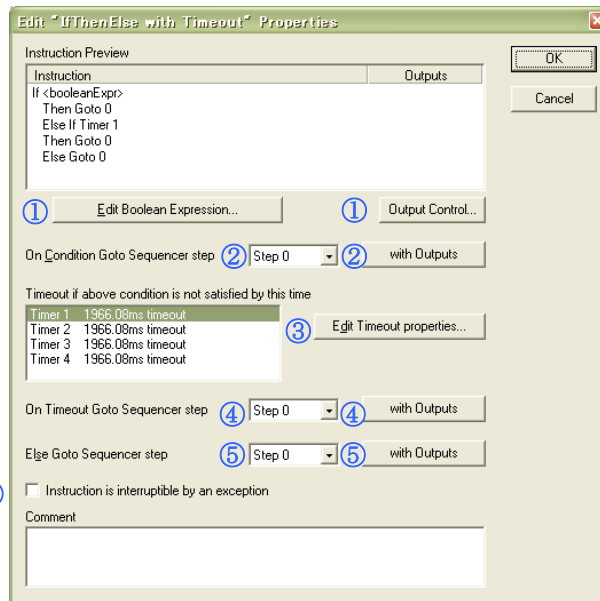

図 2-47 If/Then/Else with Timeout インストラクションの設定画面
上記画面にて If <booleanExpr> Then Goto 0 Else If Timer1 Then Goto 0 の行をダブルクリックしますと、図 2-47 のような画面が起動します。①～⑤については同時に出力設定も可能です。